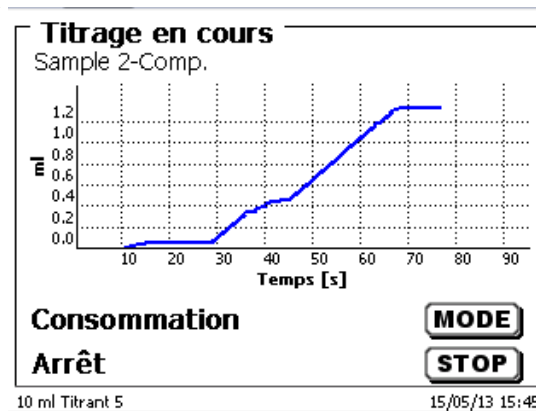

Fig. 54
- ou la courbe de titrage en ml/temps [s] (Fig. 54).